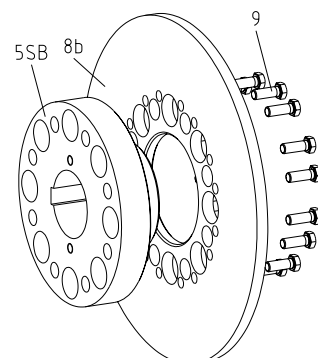

figura 12
- Atornille el disco de freno (componente 8b) al mangon FN parte 5SB (componente 5SB) y apriete los tornillos de cabeza hexagonal (componente 9) según los pares de apriete especificados en la tabla 5 con una llave dinamométrica (ver figura 12)